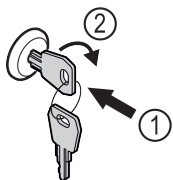

Fig. 91
- ▶ Trykk inn nøkkelen Fig. 91 (1).
- ▶ Vri nøkkelen 90° med klokka Fig. 91 (2).